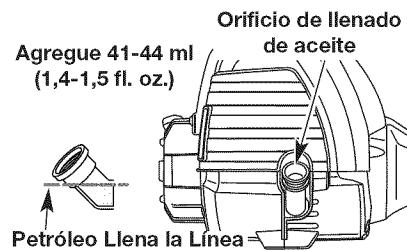

Fig. 30
5. Compruebe el nivel de aceite. El aceite debe quedar exactamente en la parte inferior de las roscas del orificio de llenado de aceite. (Fig. 30)
6. Si el nivel está bajo, agregue una pequeña cantidad de aceite en el orificio de llenado de aceite y vuelva a medir (Fig. 30). Repita este procedimiento hasta que el nivel de aceite a la parte inferior de las roscas en el orificio de llenado de aceite.
**NOTA:** Use la botella y la boquilla que guardó del uso inicial para medir la cantidad correcta. El nivel de 60 ml (2,2 fl. oz.) está aproximadamente en la parte superior de la etiqueta de la botella (Fig. 32). Mida el nivel con la varilla de medición. Si el nivel está bajo, agregue una pequeña cantidad de aceite y vuelva a medir (Fig. 30). No lo llene demasiado.